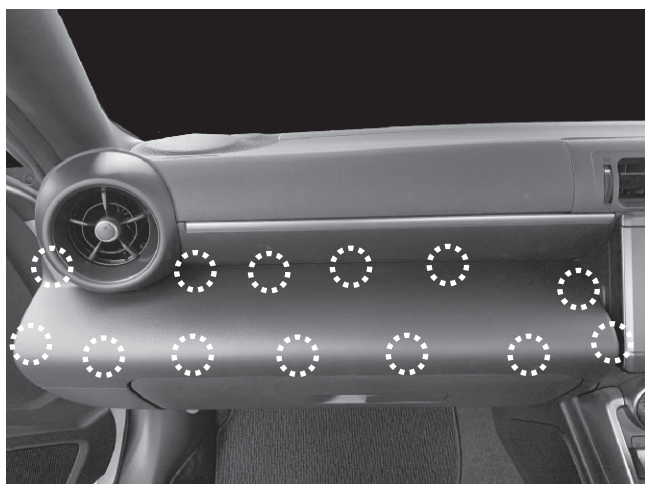

図3
- ③ オーナメントパネルを取り外します。オーナメントパネルは白丸部分にかん合(ツメ)で固定されています。(図3)